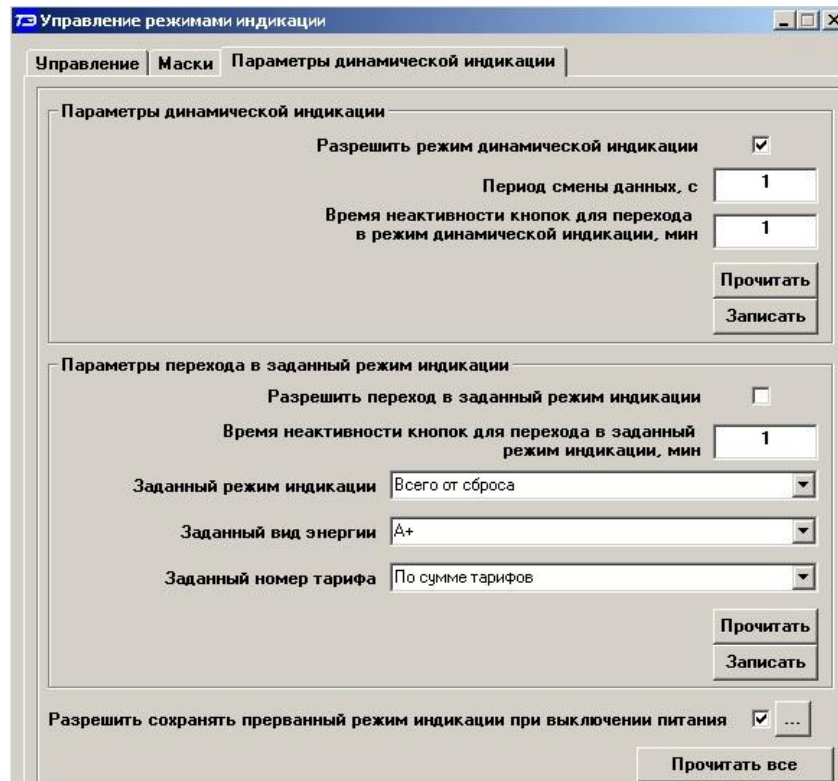

Рисунок 30 – Вкладка «Параметры динамической индикации»
17.3.4.3 Динамическая индикация запрещена при выходе счетчика с предприятия-изготовителя. Для разрешения динамической индикации нужно установить и записать следующие параметры в группе элементов «Параметры динамической индикации» (рисунок 30):
17.4.3 Этот режим запрещен при выходе счетчика с завода-изготовителя. Для разрешения режима нужно установить и записать следующие параметры в группе элементов «Параметры перехода в заданный режим индикации» (рисунок 30):